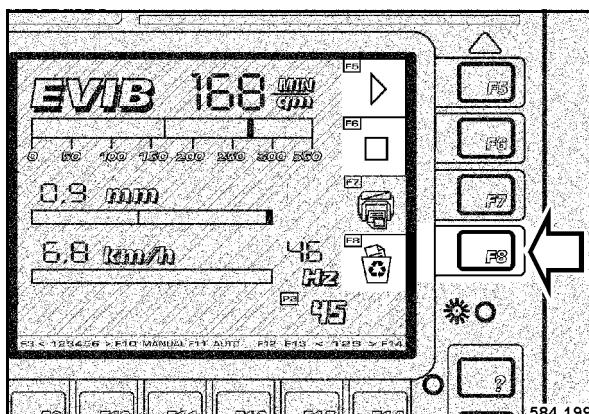

Fig. 83
- Después de no desear más impresos de este recorrido hay que pulsar la tecla F8 "BO-RRAR" (Fig. 83) después de volver a relucir el campo de control rojo F6 „LISTO“.